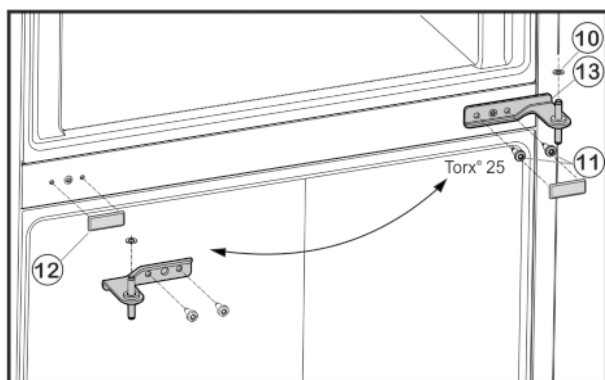

Fig. 5
- ▶ Odšroubujte upevňovací šrouby Fig. 5 (11) (2 x Torx® 25) a stojan ložiska uprostřed vytáhněte ze spodních dvířek.
- ▶ Vyjměte plastovou podložku Fig. 5 (10).
- ▶ Kryt Fig. 5 (12) opatrně stáhněte.
- ▶ Kryt Fig. 5 (12) opět nasadte na protilehlé straně.
- ▶ Prostřední stojan ložiska Fig. 5 (13) otočený o 180° nasadte do spodních dvířek a našroubujte jej pomocí upevňovacích šroubů Fig. 5 (11) (2 x Torx® 25) pevně na novou stranu závěsu dveří (4 Nm).
- ▶ Opět nasadte plastovou podložku Fig. 5 (10).
- ▶ Horní dvířka usadte na prostředním ložiskovém čepu Fig. 5 (13).